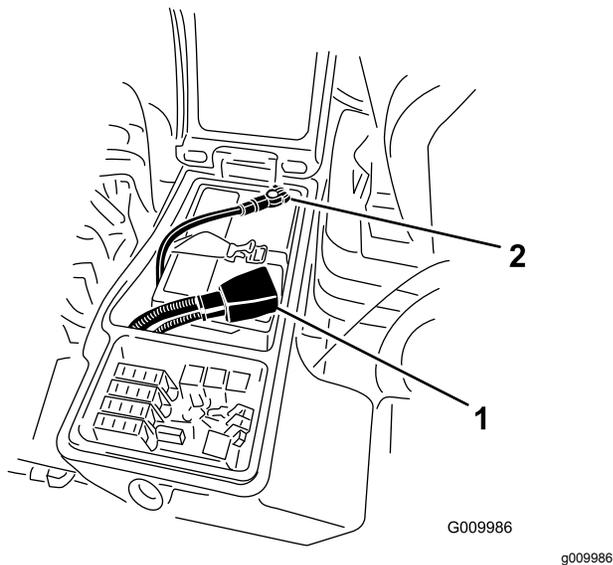

Bild 37
4. Klemmen Sie das Pluskabel (Rot) am Pluspol (+) der Batterie und das Minuskabel (Schwarz) am Minuspol (-) der Batterie an (Bild 37). Befestigen Sie die Kabel mit Kopfschrauben und Muttern an den Polen. Stellen Sie sicher, dass die Plusklemme (+) vollständig auf den Pluspol aufgezogen und das Kabel fest an die Batterie angeklemt ist. Das Kabel darf die Batterieabdeckung nicht berühren. Ziehen Sie den Gummischuh über den Pluspol, um Kurzschlüssen vorzubeugen.